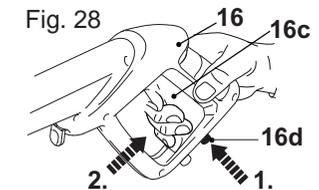

Fig. 28
4. Déverrouillez la gâchette en appuyant sur le bouton de désactivation (16d) (Fig. 28).